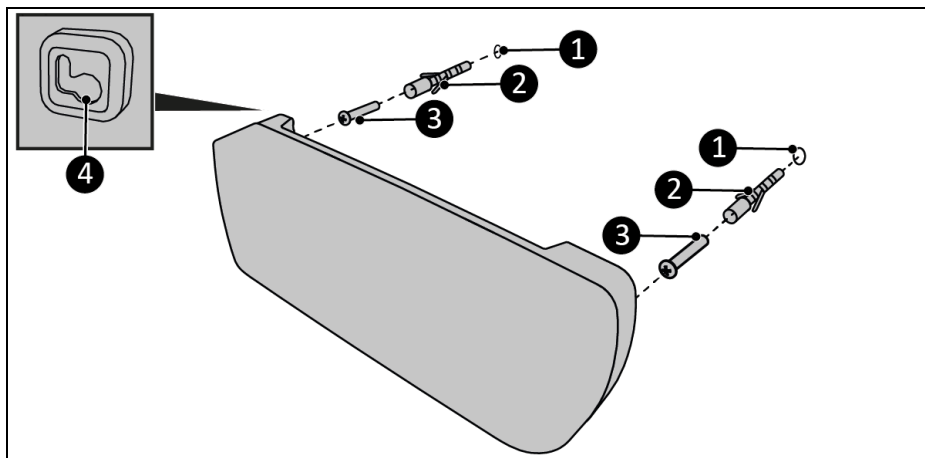

Figure 8
4. Percez deux trous de 10 mm à 39,4 cm l'un de l'autre à l'horizontale à l'endroit voulu (figure 8, pos. 1).
5. Insérez les chevilles dans les trous (figure 8, pos. 2).
6. Serrez fermement les vis dans les chevilles (figure 8, pos. 3). Veillez à ce que les vis dépassent de 10 mm.
7. Placez les œilletons de suspension à l'arrière de l'appareil sur les vis insérées dans le mur (figure 8, pos. 4).